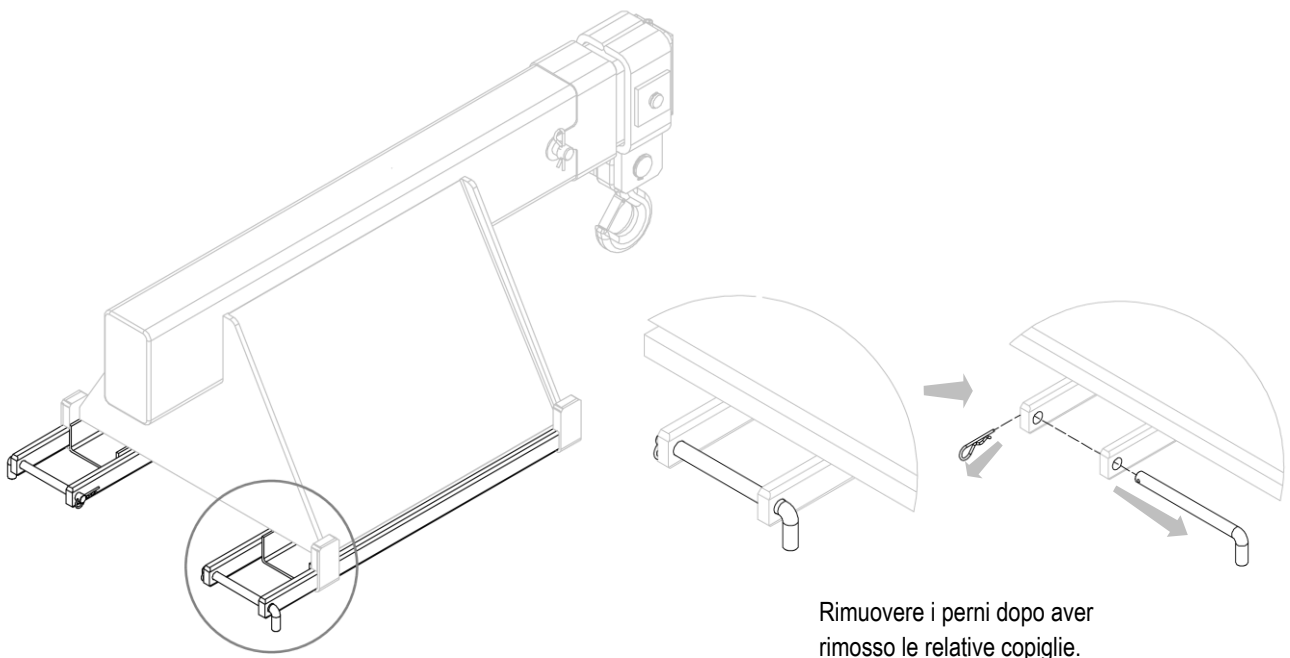

Figura 6
4. Rimuovere, se già installati, i fermi forca (vedi *Figura 6*).
1. Rimuovere i fermi forca come indicato nella *Figura 6* a pag. 13.